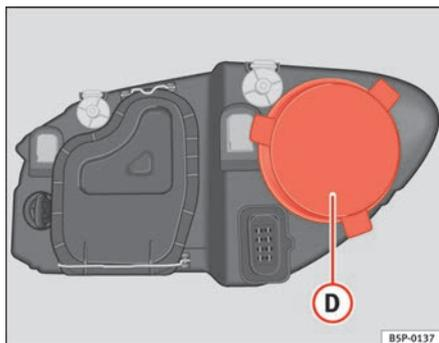

Fig. 168 Luci di posizione
- Rimuovere la copertura ⇒ fig. 168 **D** tirandola.